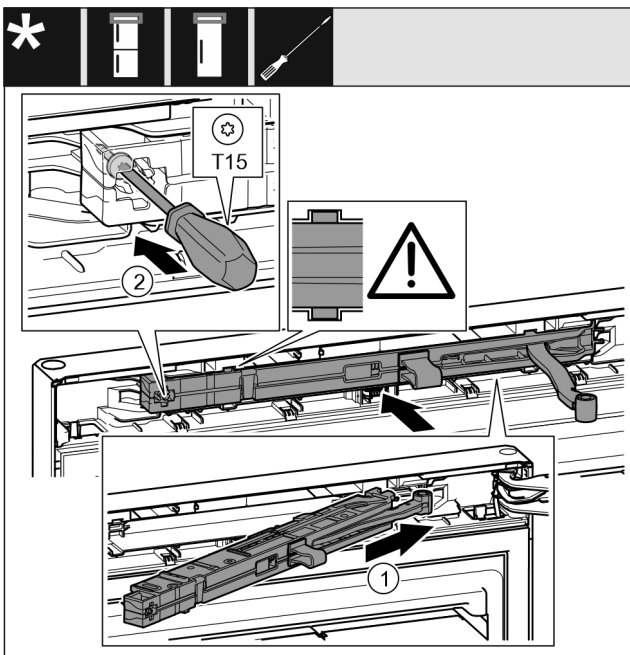

Fig. 25
- ▶ Gurnite jedinicu prigušivača zatvaranja na strani podloška ležaja do graničnika koso u otvor. Fig. 25 (1)
- ▶ Odvijačem T15 čvrsto pritegnite vijak. Fig. 25 (2)